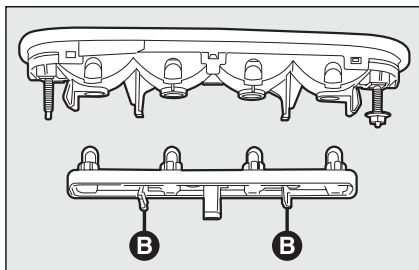

fig. 32
- druk de lippen **B**-fig. 32 naar elkaar en verwijder de lamphouder;